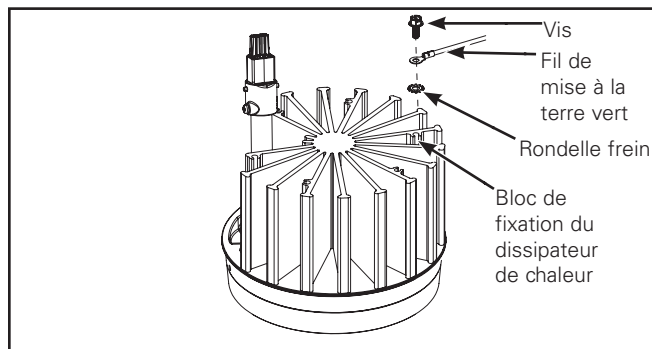

Figure 8.
5. Trouvez le fil de mise à la terre vert à l'intérieur du cylindre et attachez-le au bloc de fixation du refroidisseur, en utilisant la rondelle frein et la vis fournies (Figure 8.).